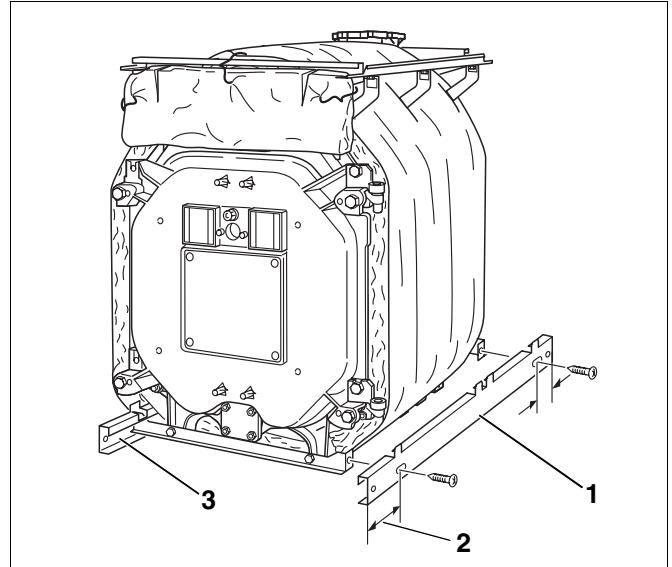

Abb. 47 Seitliche Sockelschienen montieren
- Die Sockelschienen (Abb. 47, **Pos. 1** und **3**) jeweils mit dem langen Überstand nach vorne (Abb. 47, **Pos. 2**) in die unteren Quertraversen einhängen.